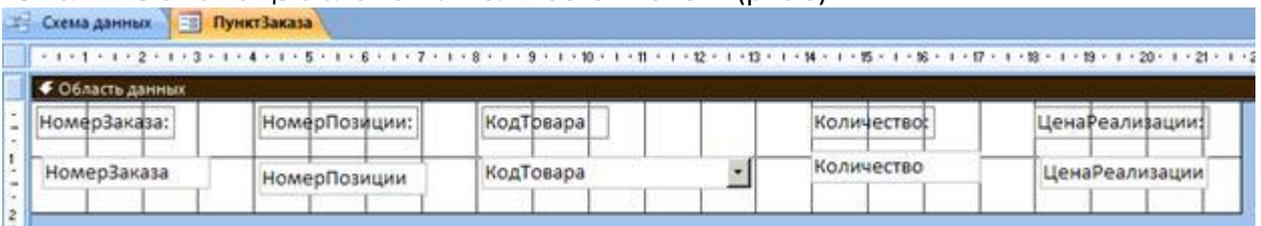

Рис.8. Форма ПУНКТ_ЗАКАЗА в режиме КОНСТРУКТОРА
2. В режиме КОНСТРУКТОРА создайте форму для таблицы ПУНКТ_ЗАКАЗА (рис.8).
3. Для поля ТОВАР источником записей является таблица ТОВАР. Реализацию удобно выполнить с помощью элемента ПОЛЕ СО СПИСКОМ (рис.8).